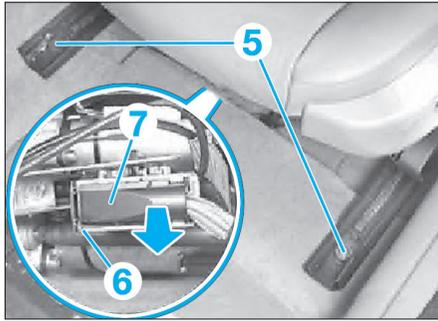

Fig. 15
- Déposer les deux vis de fixation (5) des glissières (Fig.15).
- Déverrouiller la connexion électrique (6) puis débrancher le connecteur (7) placé sous le siège.